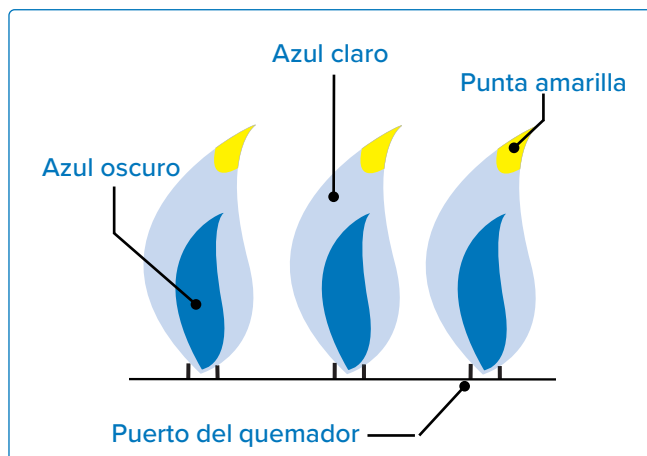

Fig. 16
- Las llamas deben ser de color azul oscuro con puntas azul claro y ocasionalmente amarillas (Fig. 16)